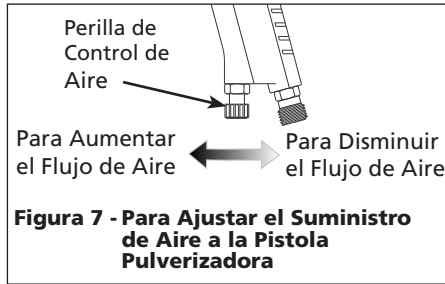

Figura 7 - Para Ajustar el Suministro de Aire a la Pistola Pulverizadora
1. Ajuste la presión de aire de la pistola pulverizadora según las recomendaciones suministradas con el material que va a rociar. Esta presión generalmente es entre 2,76 bar - 4,14 bar. Para ajustar la presión de aire oprima el gatillo y abra completamente la perilla de control de aire (de haberla). Si desea reducir la presión para pintar sólo ciertas áreas, use la perilla de control de aire para reducirla (Vea las Figura 7).
1. Ajuste la presión de aire de la pistola pulverizadora según las recomendaciones suministradas con el material que va a rociar. Ésta presión generalmente es entre 2,76 bar - 4,14 bar. Para ajustar la presión de aire oprima el gati-llo y abra completamente la perilla de control de aire (de haberla). Si desea reducir la presión para pintar sólo ciertas áreas, use la perilla de control de aire para reducirla (Vea las Figura 7).